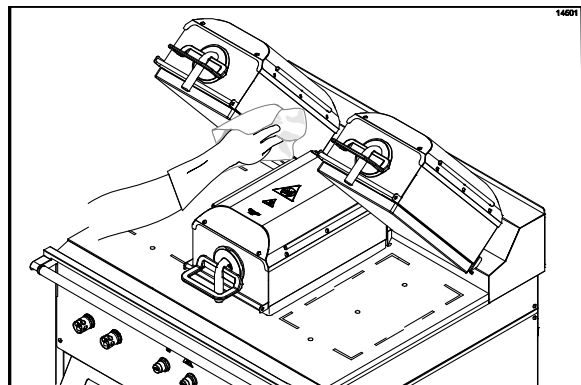

图 64
35. 用干净、浸湿消毒液的煎炉抹布擦拭左煎板和右煎板的内边缘。(请见图 64)